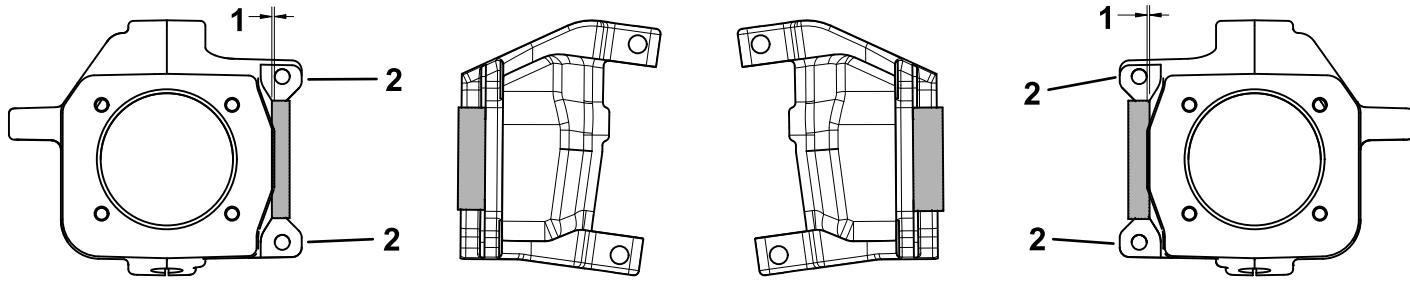

Figura 7
1. Rebaje 1,78 mm en los pivotes de dirección derecho e izquierdo, tal y como se muestra en la Figura 7.
Importante: No rebaje las superficies mostradas en la Figura 7.
2. Rebaje 0,76 mm a cada lado del eje trasero, tal y como se muestra en la Figura 7.